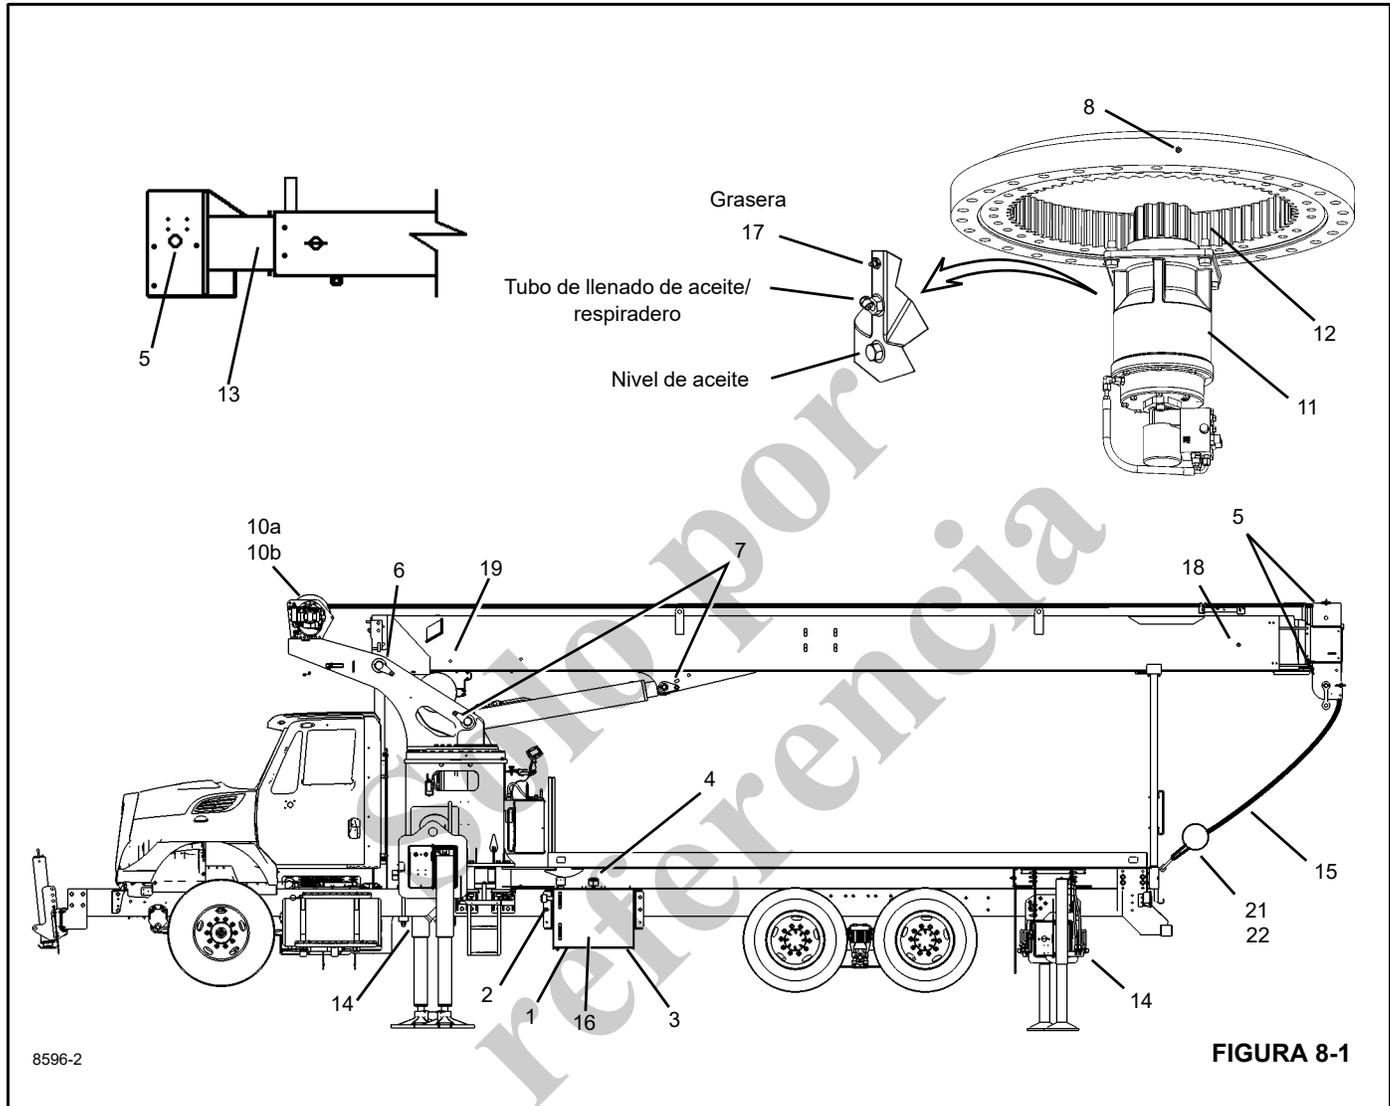

FIGURA 8-1
Las secciones siguientes describen los puntos de lubricación, así como el tipo de lubricante, el intervalo de lubricación, la cantidad de lubricante y la aplicación de cada uno de éstos. Cada punto de lubricación está numerado y este número corresponde al número del índice mostrado en la tabla de lubricación (Figura 8-1). La descripción de los lubricantes y de los símbolos se halla en las tablas siguientes.
A continuación se describen los puntos de lubricación, así como el tipo de lubricante, el intervalo de lubricación, la cantidad de lubricante y la aplicación de cada uno de éstos. Cada punto de lubricación está numerado y este número corresponde al número del índice mostrado en la tabla de lubricación (Figura 8-1). La descripción de los lubricantes y de los símbolos se halla en las tablas siguientes.
2. Lubrique el pasador de las poleas de cable de extensión (18, Figura 8-1) hasta que salga una cantidad pequeña de grasa del pasador. Desde la parte delantera de la pluma, mire a través de la caja de la polea al pasador para determinar la cantidad de grasa.